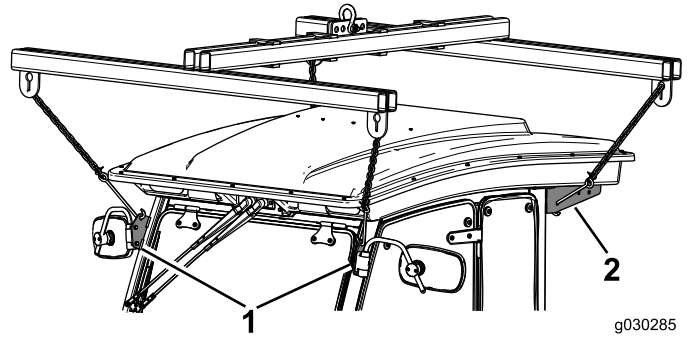

Figura 21
2. Conecte la grúa de la cabina a los 4 puntos de izado de la cabina (Figura 21).